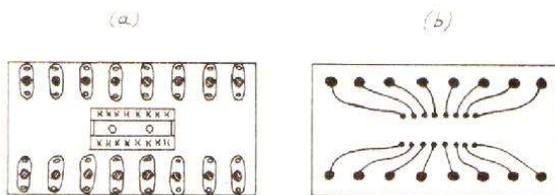

Fig. 13. - Montage du support pour CI DIL sur un morceau de barrette à cosses. Nota : nous avons utilisé ici un support à 16 broches.
Ensuite il sera utile de réaliser un petit montage avec de la barrette à cosses et un support pour CI DIL 14 broches comme indiqué figure 13, et sur la photo 13 bis.
- nous placerons un SFC402 sur le support de la figure 13 ;
Fig. 13 bis - photo : Le montage de la figure 13.